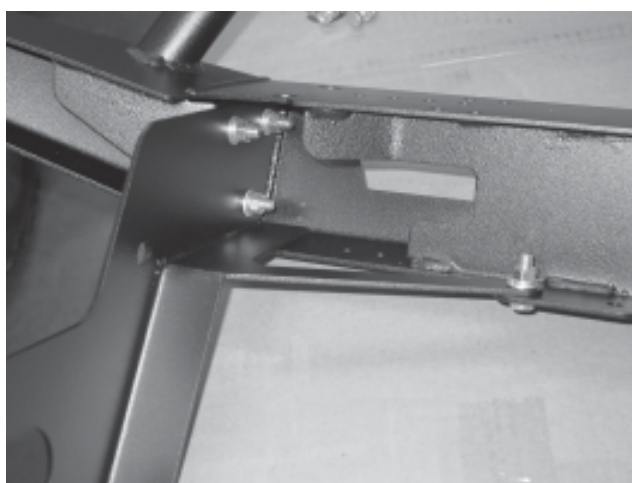

Figure 3
2. Fixez les supports de cadre droit et gauche au pare-chocs tel qu'illustré à la figure 3, à l'aide de 8 boulons à tête hexagonale 5/16-18 x 1 po, de 16 rondelles plates 5/16 po, de 8 rondelles de blocage 5/16 et de 8 écrous hex 5/16-18.